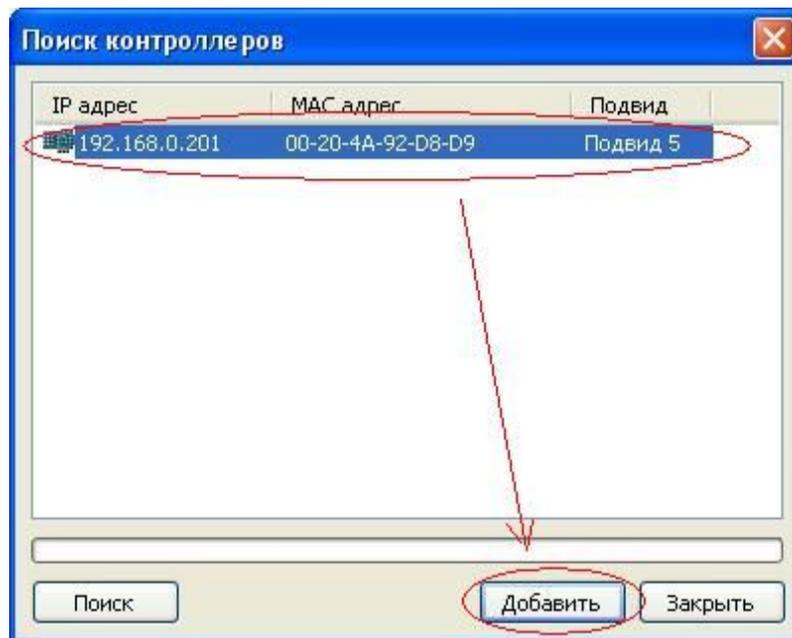

Рисунок 4 – Добавление контроллеров перечень конфигурируемых устройств
- 4) добавьте найденный контроллер в перечень конфигурируемых устройств (рисунок 4);